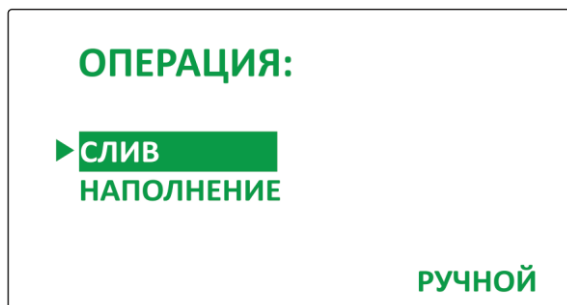

Рисунок 7
- 8.2.4.1. Установить на дисплее с помощью копек-индикаторов  и  маркер на пункте главного меню «СЛИВ», при этом в правой нижней части дисплея отобразится ранее заданный режим завершения (Рисунок 7).
8.2.5. Убедиться, что на дисплее Устройства отображается главное меню с отмеченной маркером операцией «СЛИВ» (Рисунок 7) и нажать кнопку-индикатор  для выполнения операции слива рабочего сосуда.